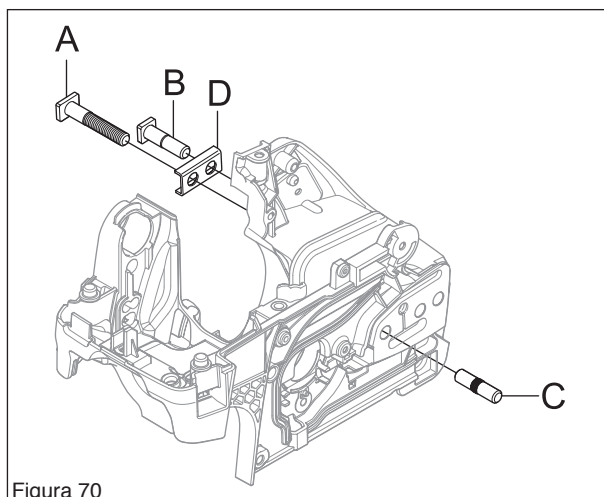

Figura 70
Atar un alambre en la parte exterior del perno de espada (A), pasarlo a través del depósito de aceite y sacarlo por el agujero del perno en el cárter. (Ver la figura 70.)
Sacar la guía de espada (C) con una llave corrediza. (Ver la figura 70.)